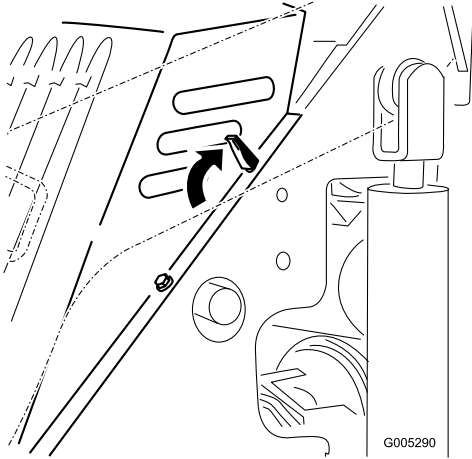

Figura 17
4. Rilasciate le 4 linguette di bloccaggio (Figura 17).
1. Posizionate il cofano sul telaio della macchina con i pali sul cofano inseriti nei fori del telaio (Figura 17).
2. Fissate il cofano premendo le linguette di bloccaggio in avanti e verso il basso (Figura 17).